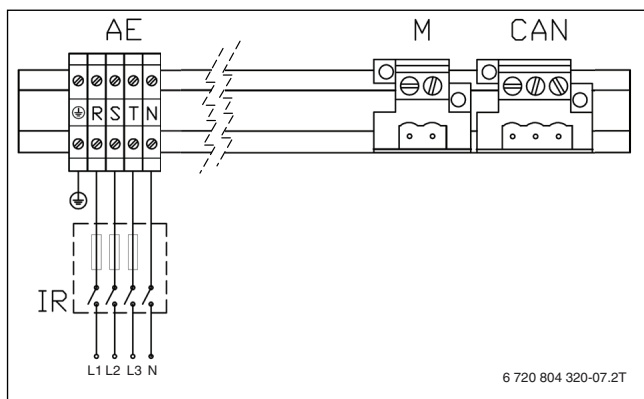

Bild 34 Elektrischer Anschluss bei einer Versorgungsspannung von 400 V AC
- ▶ Elektrischen Anschluss gemäß Bild 34 durchführen.
- 24-V-Kabel der Bedieneinheit an den Anschlussklemmen anschließen (→ Bild 34).